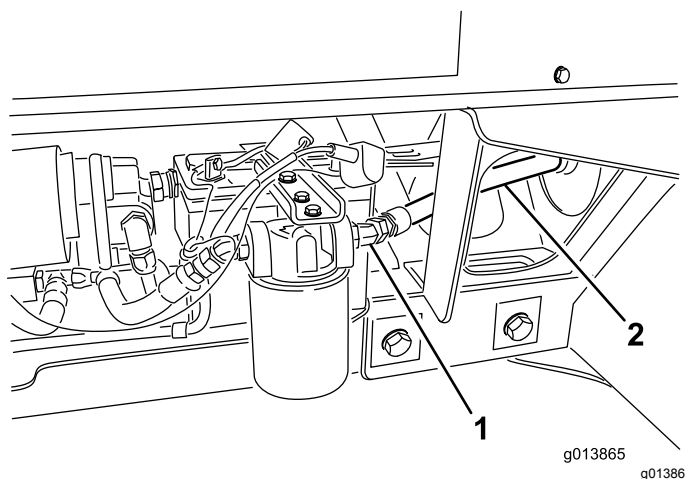

Figura 11
37. Collegate il flessibile idraulico n. 3 all'uscita del filtro (Figura 11).